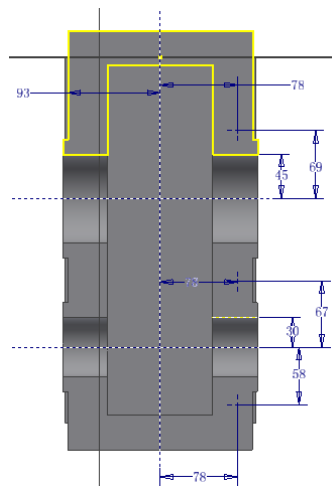

图 9-52 绘制草图并标注尺寸
①在零件的上表面上新建草图,选择【直线】和【点】工具绘制如图 9-52 所示的几何图形,其中,所绘制的直线的作用是作为创建的点的尺寸标注的参考线,所绘制的点则是用来作为打孔的中心。